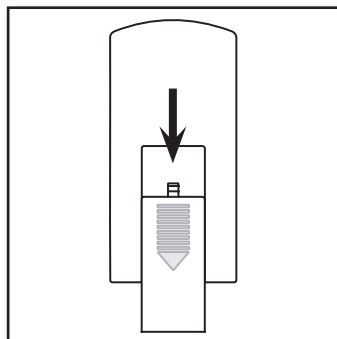

Figura 14.
1. Voltee el control remoto y retire la cubierta de la batería de la parte posterior presionando ligeramente hacia abajo en la pestaña y deslizándola. **Figura 14.**